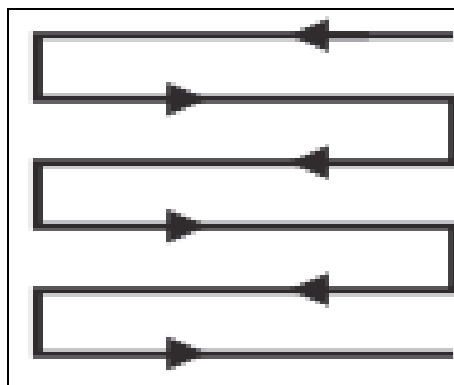

Fig. 9
- 6) Avanzare a linee leggermente sovrapposte. Il percorso più efficiente per tosare un prato è a serpentina. Questo percorso mantiene omogenee le aree tagliate e assicura un uso uniforme delle lame senza aree non tagliate (Fig. 9).